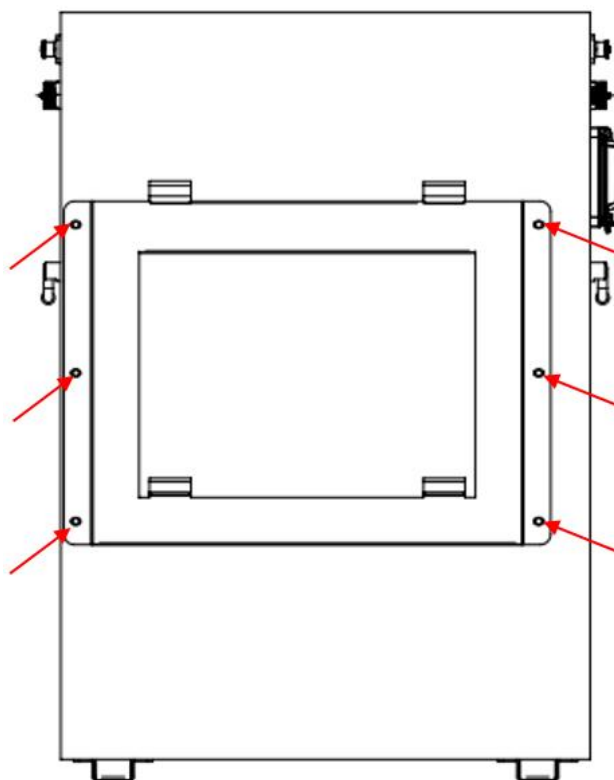

Figura 5-1
a) Utilice los 6 tornillos de M6*12 para fijar la placa base a la parte posterior de la batería como se muestra en la Figura 5-1.